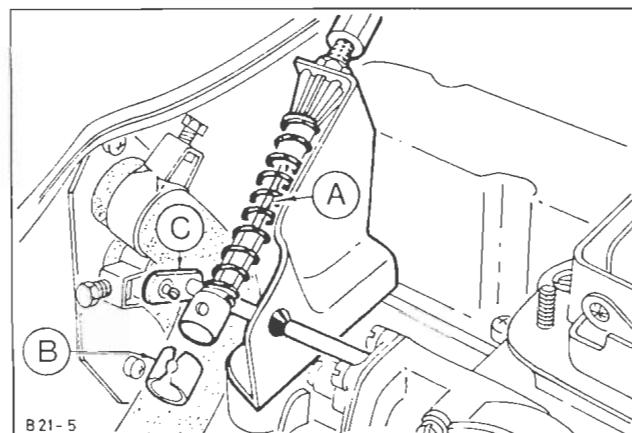

Fig. 65 - Hægt gasspjældskablet af ved gasspjældsforbindelsen.
3. Hægt gasspjældskablet af gasspjældsforbindelsen, Fig. 65, og afmonter kablet fra beslaget. Afmonter chokerkablet ved karburatoren.